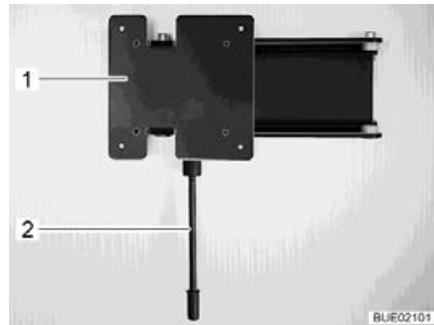

Bild 110 Wandhalterung
- Den Entriegelungshebel (Bild 110,1) nach unten ziehen und die Halterung (Bild 110,2) mit dem Flachbildschirm in die gewünschte Position drehen.